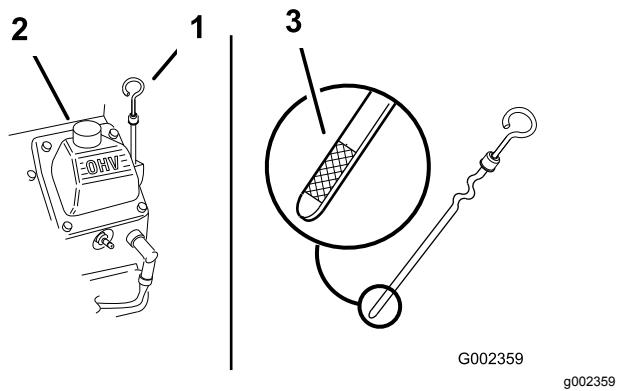

Figura 45
3. Retire la varilla, límpiela, y vuelva a colocarla, asegurándose de que quede bien asentada (Figura 45).
4. Retire la varilla y compruebe el nivel de aceite. El nivel del aceite debe encontrarse entre las marcas "F" (lleno) y "L" (bajo) en la varilla (Figura 45).
5. Si el nivel de aceite está por debajo de la marca "L" (bajo), retire el tapón de llenado (Figura 45) y añada aceite hasta que el nivel llegue a la marca "F" (lleno) de la varilla.
2. Limpie alrededor de la varilla de aceite (Figura 45) para que la suciedad no pueda penetrar por el orificio de llenado y causar daños en el motor.